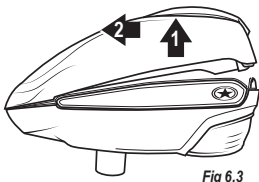

Fig 6.3
3. Soulevez la coquille supérieure de façon à l'écartier de la coquille inférieure, en l'inclinant légèrement vers l'avant, jusqu'à ce qu'elle soit libérée (Fig. 6.3).